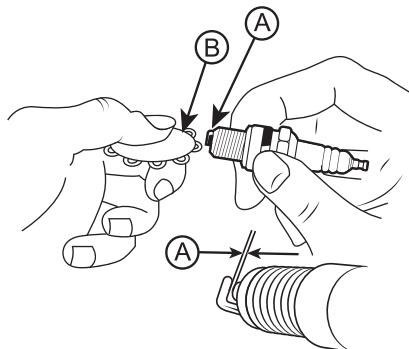

Рис. 18 Обслуживание свечи зажигания
4. Измерьте зазор А между электродами свечи зажигания специальным щупом В. Зазор должен быть 0,7-0,8 мм (Рис. 18). При увеличении или уменьшении требуемого зазора, рекомендуется заменить свечу, так как регулировка зазора может привести к изменению качества искрообразования.